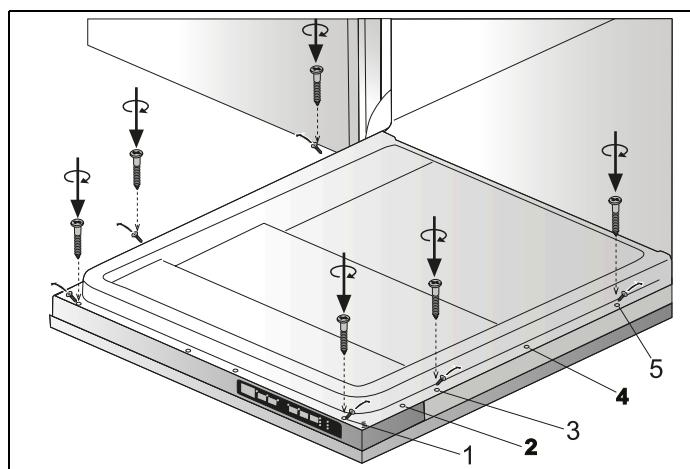

Fig. 28
- 6) Les vis situées sur la porte en bois sont fixées sur le lave-vaisselle au niveau des sorties situées sur la feuille extérieure de la porte et sont assemblées comme indiqué dans la Fig. 28 .